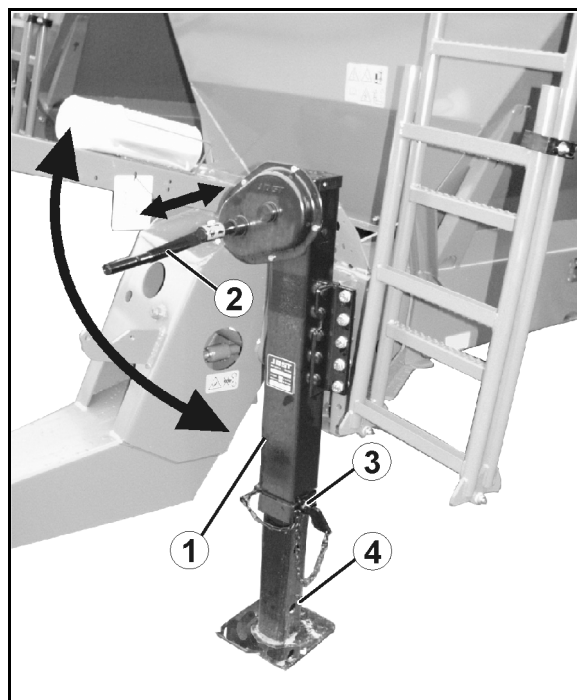

Fig. 55
1. Ridicați piciorul de sprijin (Fig. 55/1) până la limită cu ajutorul manivelei (Fig. 55/2).
2. Trageți bolțul (Fig. 55/3) din piciorul de sprijin.
4. Introduceți bolțul în gaura inferioară (Fig. 55/4) și asigurați-l.
1. Țineți ferm piciorul de sprijin și trageți bolțul (Fig. 55/3) din piciorul de sprijin.
4. Coborâți piciorul de sprijin (Fig. 55/1) până la opritor cu ajutorul manivelei (Fig. 55/2), până când gura de cuplare s-a detensionat.